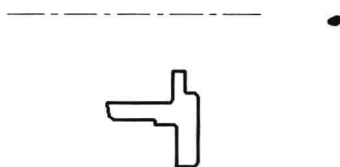

图 8-3-11
- (2) 删除或隐藏无用的对象，保留填充区域的截面轮廓，如图 8-3-11 所示。